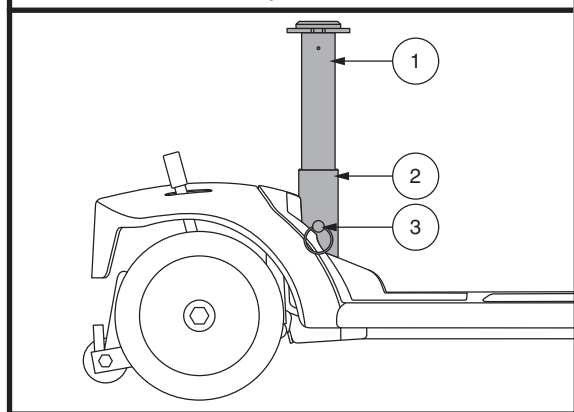

Figure 30. Réglage de la hauteur du siège
La hauteur du siège peut être réglée à volonté. **Voir la figure 30.**
2. Retirez le mât du siège du Travel Scooter en retirant la goupille de détente de la partie inférieure du mât du siège, puis soulevez le mât vers le haut et enlevez-le du Travel scooter. **Voir la figure 30.**